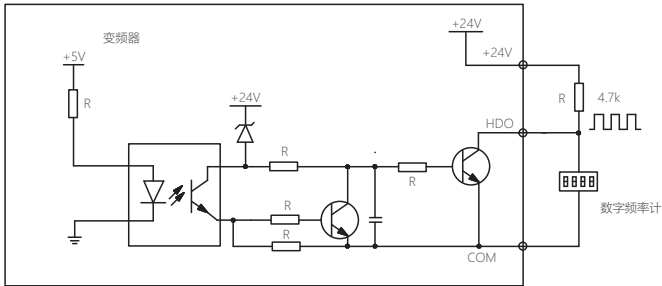

图5-16 输出端子HDO连接方式1
a) HDO用作数字脉冲频率输出，可使用变频器内部的+24V电源，接线方式如图5-16所示。